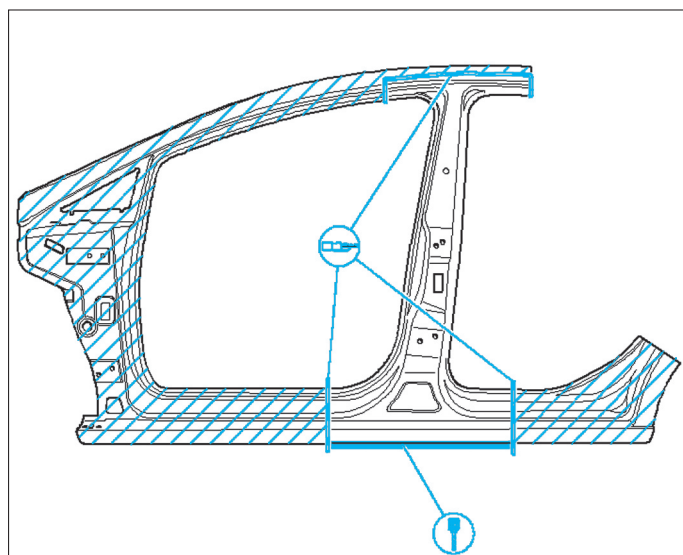

FIG. 36
- Sur la pièce neuve, percer les orifices nécessaires, avec un foret de 5 mm de diamètre pour les soudures par bouchonnage (Fig.36).